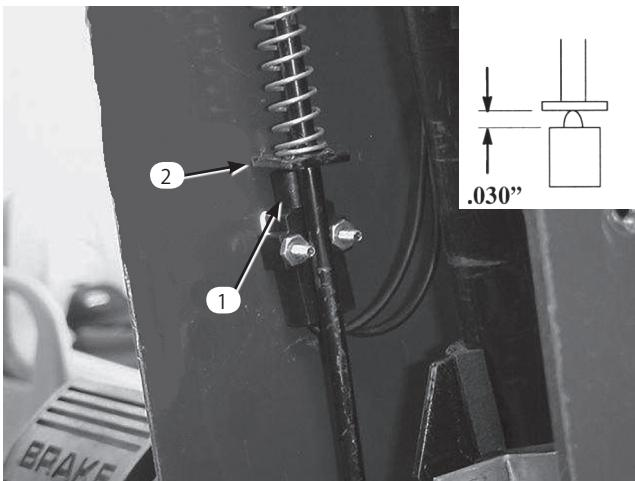

図56
3. カバーを上にスライドさせて駐車ブレーキ・スイッチを露出させる(図56)。
5. 駐車ブレーキのロッドのパドルとスイッチのプランジャとを整列させる(図56)。
6. ブレーキ・ロッドを押し下げて、プランジャの長さを 0.76 mm とする（図56；挿入図）。これが、プランジャのハウジングの上端からパドルの表面までの距離となる。